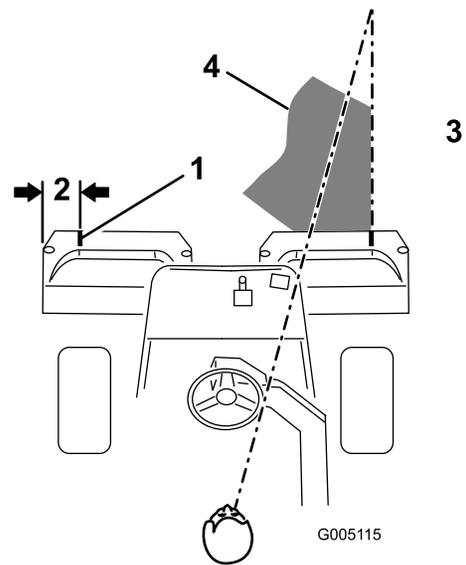
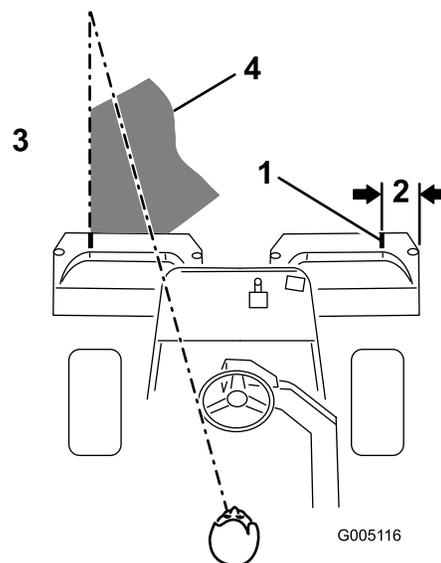

Figure 40
Figure 41
2. Placez une bande de papier blanc ou un trait de peinture sur chaque bac parallèlement à son bord extérieur (Figure 40).
3. Minimisez le chevauchement de la passe précédente lors de la passe de retour. Pour vous aider à conserver une ligne droite en travers du green et à maintenir la machine à égale distance du bord de la passe précédente, établissez une ligne de vision imaginaire à environ 1,8 à 3 m en avant de la machine jusqu'au bord de la partie non coupée du green (Figure 40 et Figure 41). Certains trouvent qu'il est utile de faire passer la ligne de vision par le bord extérieur du volant, c.-à-d. de maintenir le bord du volant aligné avec un point qui est toujours éloigné de la même distance par rapport à l'avant de la machine (Figure 40 et Figure 41).